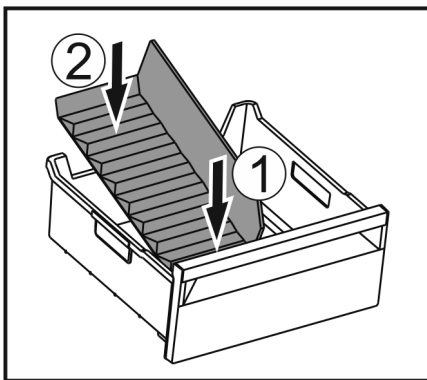

Fig. 136
- ▶ Vorderen Teil des Eisfach-Trenners einsetzen. Fig. 136 (1)
- ▶ Hinteren Teil des Eisfach-Trenners bis zum Schubfachboden absenken. Fig. 136 (2)